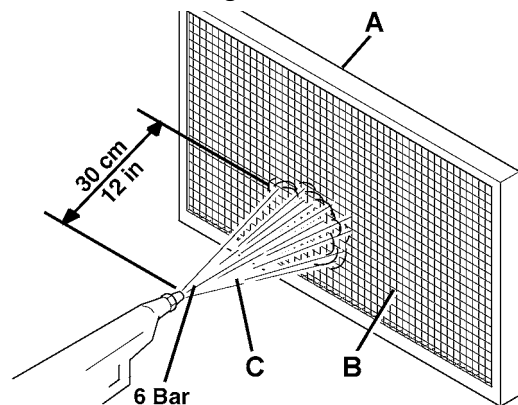

Figure 14
9. A l'extérieur, dans un endroit approprié, nettoyer le filtre en le secouant sur une surface horizontale et propre, en battant le côté (A, Fig. 14) opposé à celui du tamis (B). Compléter le nettoyage à l'aide d'un jet perpendiculaire d'air comprimé (C) (6 Bar maximum), en soufflant uniquement du côté protégé par le tamis (B) d'une distance minimum de 30 cm.
- Installer le filtre avec le tamis (B, Fig. 14) tourné vers le haut.